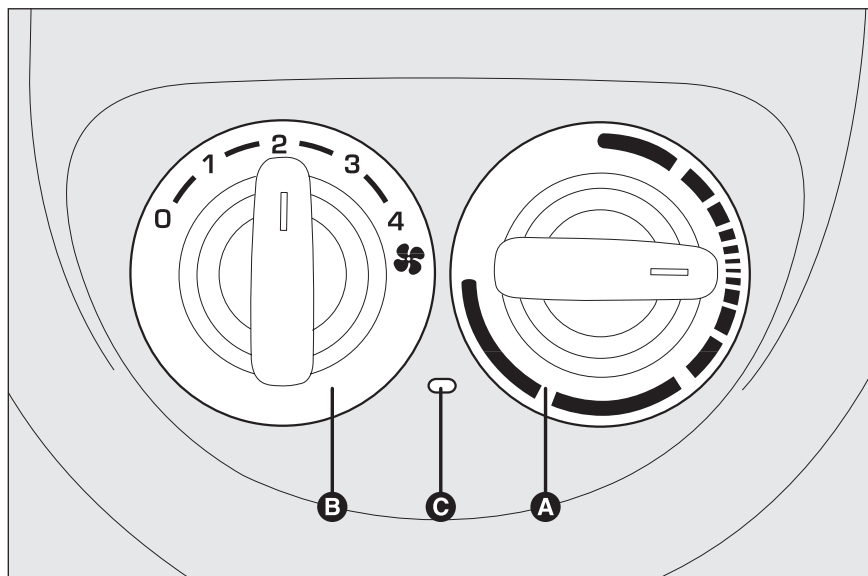
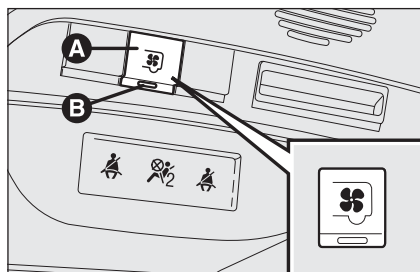

fig. 51
fig. 52
COMANDI fig. 51
Per inserire il climatizzatore, premere il pulsante **A-fig. 52**.
Ad inserimento avvenuto si accendono in contemporanea i led **B-fig. 52** sul pulsante stesso e **C-fig. 51** tra i comandi.
Per disinserire il climatizzatore, premere nuovamente il pulsante **A-fig. 52** (per confermare il disinserimento i due led si spengono).
- ☐ inserire il climatizzatore premendo il pulsante **A-fig. 52**; il led **B** sul pulsante si accende;